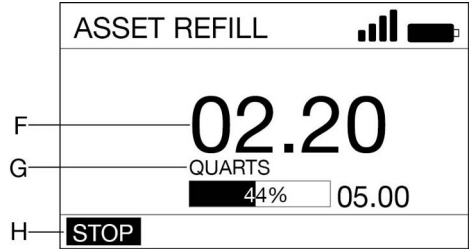

Fig. 30
- Apriete el gatillo para dispensar fluido. La pantalla muestra la cantidad dispensada (F) (Fig. 30).